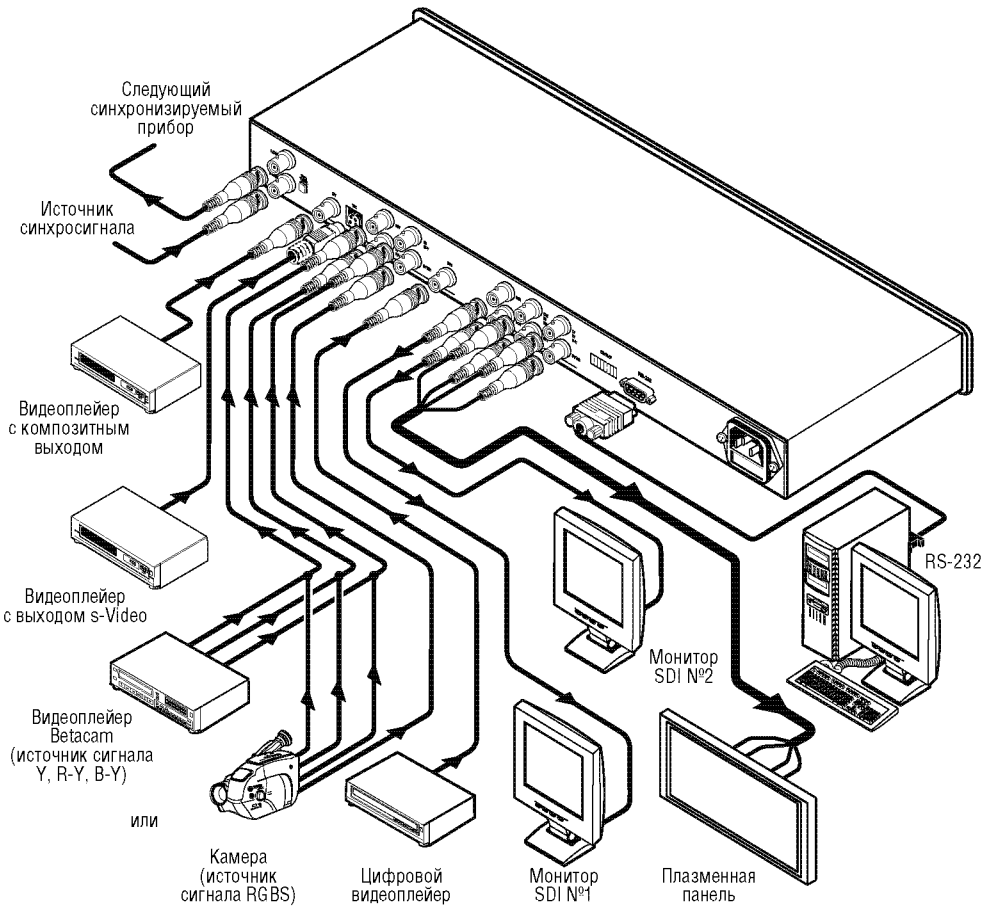

Рис. 3. Подключение источников и приемников сигнала
FC-4001 можно использовать для преобразования одного из видеосигналов — композитного, s-Video, компонентного (YUV или RGB/S) или цифрового сигнала SDI — в сигнал SDI (два выхода¹) и одновременно с этим либо в компонентный видеосигнал, либо в композитный совместно с s-Video. На представленном на рис. 3 примере к выходу прибора подключена плазменная панель (используется сигнал RGBS). Возможно также подключение к выходу приемников композитного, s-Video или компонентного (Y, B-Y и R-Y) сигналов.
9. Присоедините сетевой шнур (не показан на рис. 3). Рекомендуется использовать только сетевой шнур, входящий в комплект поставки прибора.
Рис. 3 иллюстрирует подключение источников и приемников сигнала к **FC-4001**.